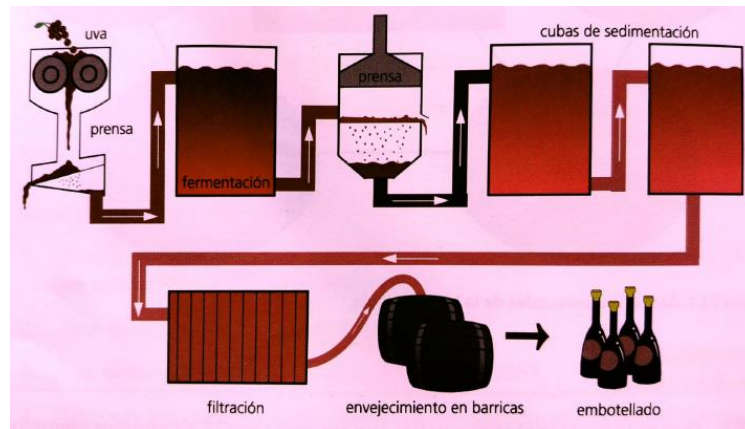

Figura 7 Proceso de fabricación de vino
a) En la fabricación del vino (Figura 7), se fermentan los azúcares contenidos en el zumo de la uva. Después de recoger la fruta, la fabricación del vino comienza con el prensado de las uvas para obtener el mosto. Este se pasa entonces a una cuba de fermentación a la que, además de las levaduras naturales, se añaden inóculos de una o varias levaduras patentadas que mejoran la calidad y el rendimiento (en algunos procesos industriales, las naturales se eliminan para controlar mejor el proceso). Los azúcares se transforman en etanol y CO_2 , que se retira de la cuba de fermentación o del fermentador industrial, posteriormente, el vino se separa del sedimento en una cuba de sedimentación y se envejece en barricas, donde alcanzará su aroma y sabor característicos. Los últimos pasos en el proceso industrial son el filtrado para la clarificación del vino y el embotellado.